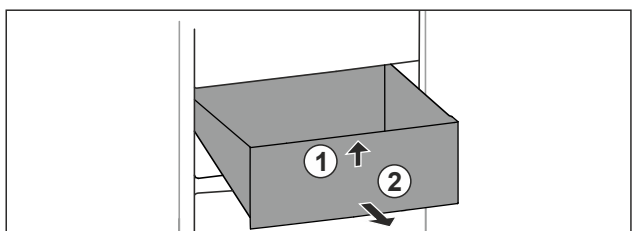

Fig. 114
- Schubfach vorne anheben. Fig. 114 (1)
- Schubfach nach vorne entnehmen. Fig. 114 (2)